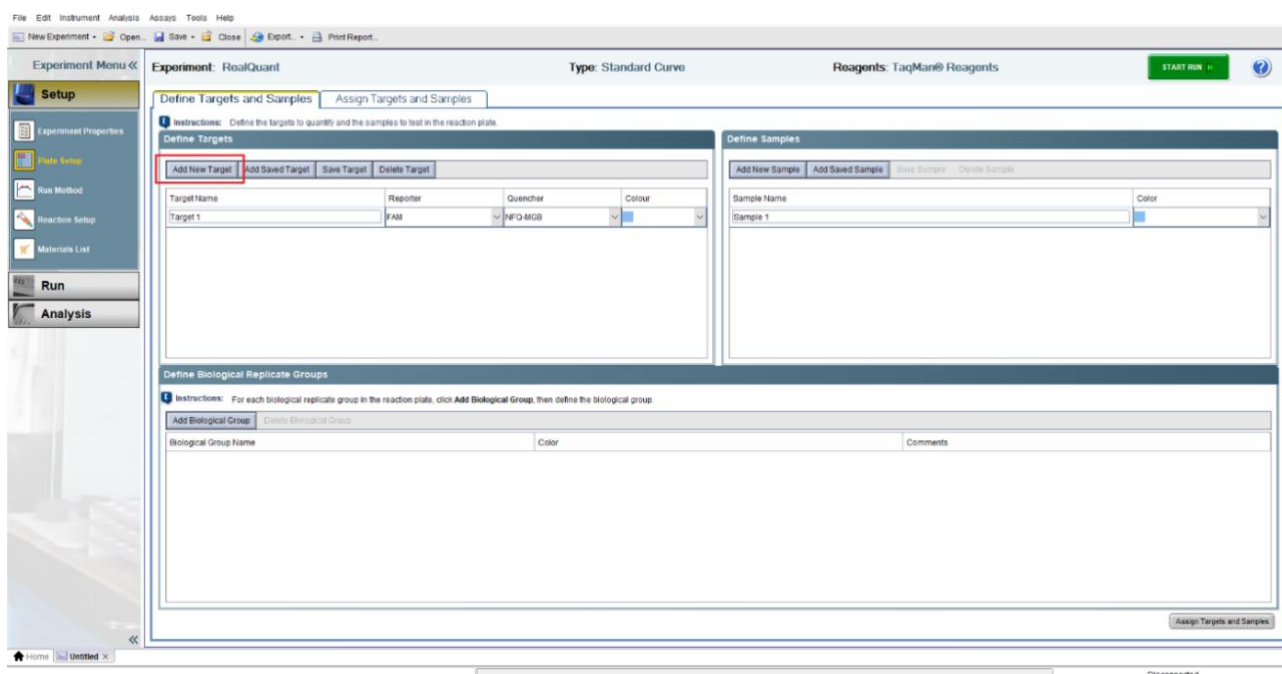

Рисунок 12
6. В открывшемся окне во вкладке «**Define Targets and Samples**» в разделе «**Define Targets**» к существующей мишени (Target1) добавить еще три мишени, кликая по «**Add New Target**» (рисунок 12).